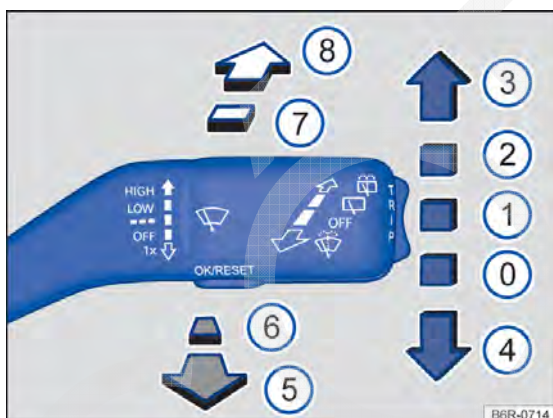

Fig. 65 Comandar os limpadores / lavadores do para-brisa e o limpador / lavador do vidro traseiro.
- Pressionar a alavanca dos limpadores dos vidros brevemente para baixo → Fig. 65 ④.